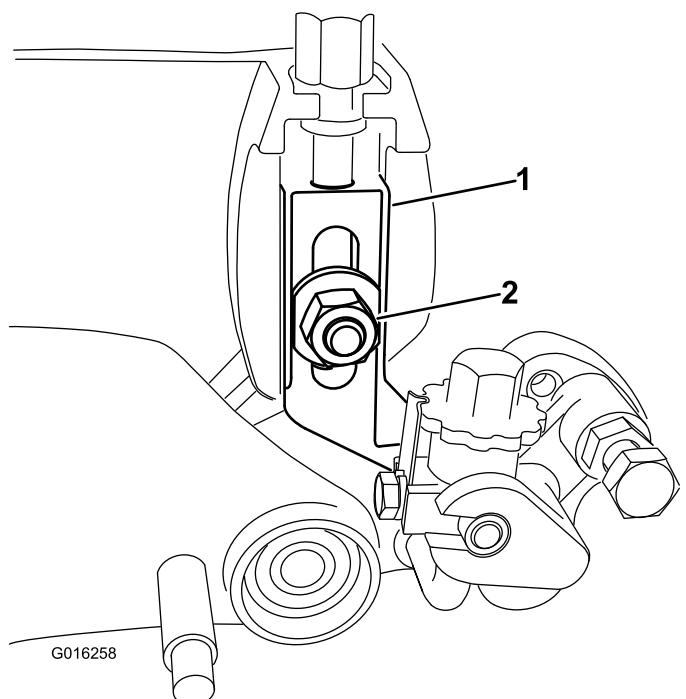

Figura 33
5. Retire o parafuso do arado, porca e anilha que prende o conjunto do braço da altura de corte à placa lateral (Figura 33).